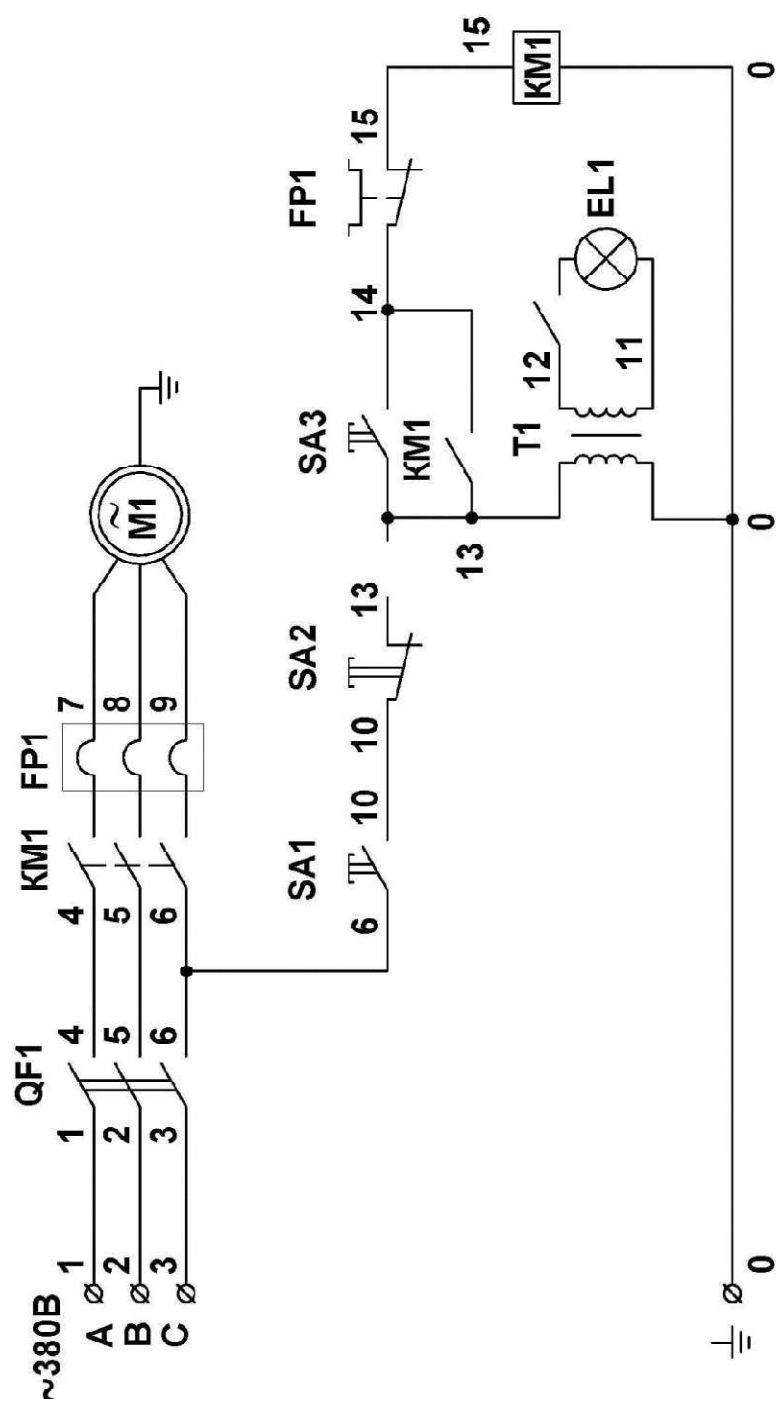

Рис. 5 Схема электрическая принципиальная.
7.2 Описание работы в режиме трехфазного включения (рис. 5). Включением двухпозиционного переключателя SA1 подается напряжение на станок. Нажатием кнопки SA3 «Пуск» включается магнитный пускатель КМ1 и подает напряжение на обмотки трехфазного электродвигателя.